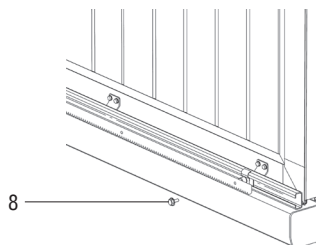

Рисунок 6
7. Закрепите зубчатые рейки на крепежных узлах с помощью болтов (8) (рисунок 6).